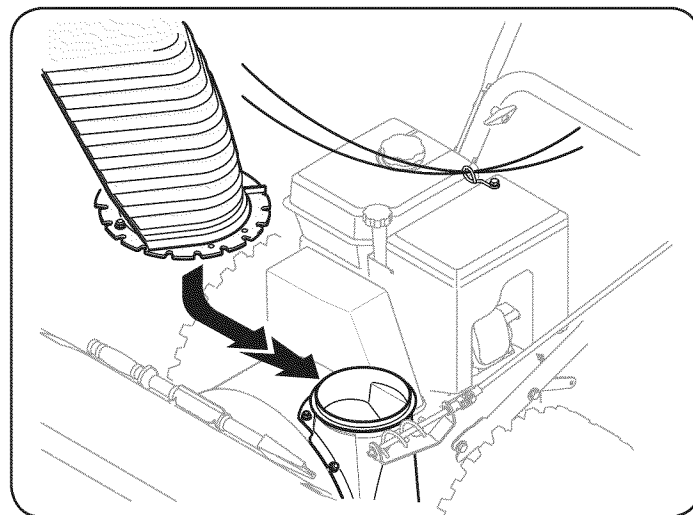

Figura 4
3. Lugar de reunión en la tolva tolva de base como se muestra en la Figura 4. Asegúrese de que la tolva de realizar muescas con la espiral final de la tolva de control direccional, y los dos están por debajo de la brida de mantenimiento de la brida de la base de la tolva.